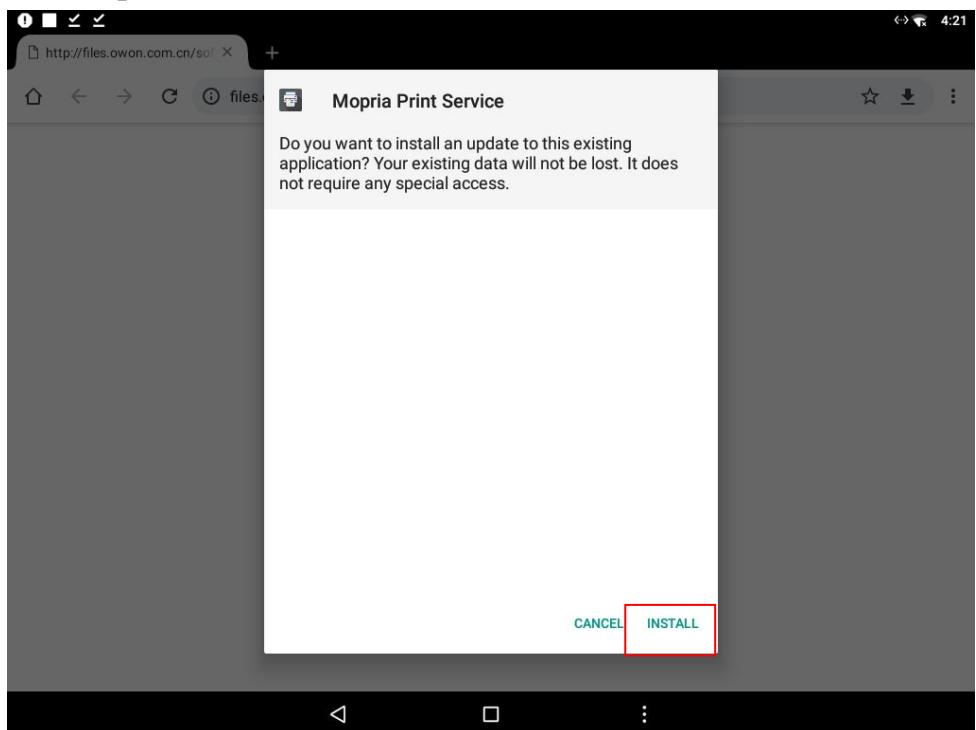

図3
③「インストール」をクリックすると、図3に示すように、印刷アプリのインストールが開始されます。